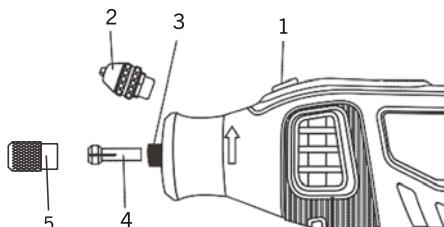
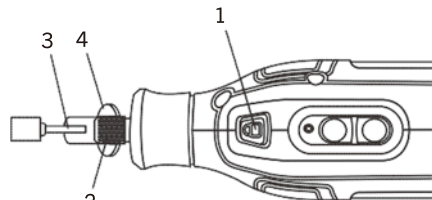

Figure 2
Figure 3
2. Appuyez sur le bouton de verrouillage de la broche (1) et tournez lentement le mandrin à 3 mâchoires (2) jusqu'à ce que le bouton de verrouillage immobilise la broche (3) (figure 2).
4. Insérez la douille de serrage appropriée (4) dans la broche et enfitez l'écrou de la douille de serrage (5) sur la broche en le tournant dans le sens horaire tout en maintenant le bouton de verrouillage de la broche enfoncé.
2. Appuyez sur le bouton de verrouillage de la broche (1) et tournez lentement l'écrou de la douille de serrage (2) jusqu'à ce que le bouton de verrouillage immobilise la broche (figure 3).
- b) L'arbre flexible peut également être fixé à l'outil à l'aide d'une douille de serrage et d'un écrou de 1/8 po. Installez la douille de serrage et l'écrou comme il est illustré à la figure 2.
Pour changer la douille de serrage ou installer un foret dans l'arbre flexible, veuillez vous reporter aux étapes énumérées dans les sections intitulées « Retrait du mandrin à 3 mâchoires et installation d'une douille de serrage » (figure 2) et « Installation d'un foret lors de l'utilisation d'un écrou de douille de serrage » (figure 3).